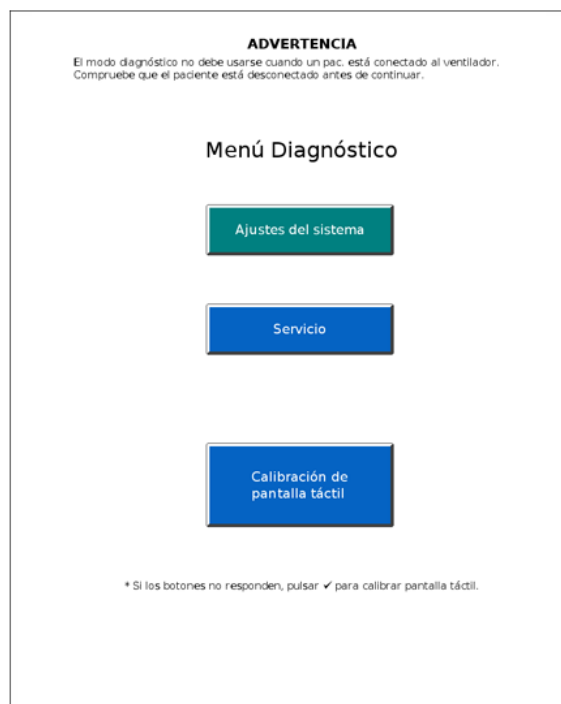

Figura E-1: Menú Diagnóstico
3. En menos de 5 segundos, suelte el botón Aceptar y púlselo de nuevo. Aparece el **Menú Diagnóstico** (Figura E-1).